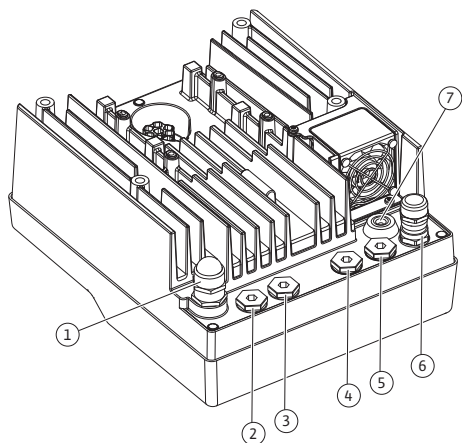

Fig. 23: Prensastopas/pasamuros (0,37 kW ... 7,5 kW)
En el módulo electrónico (Fig. 23) hay seis pasamuros al compartimento de bornes. El cable para el suministro eléctrico del ventilador eléctrico viene montado de fábrica en el módulo electrónico. Se deben tener en cuenta los requisitos en materia de compatibilidad electromagnética.
4. Guíe el cable de conexión por el prensaestopas M25 (Fig. 23, Pos. 1, para 0,37 kW ... 7,5 kW).